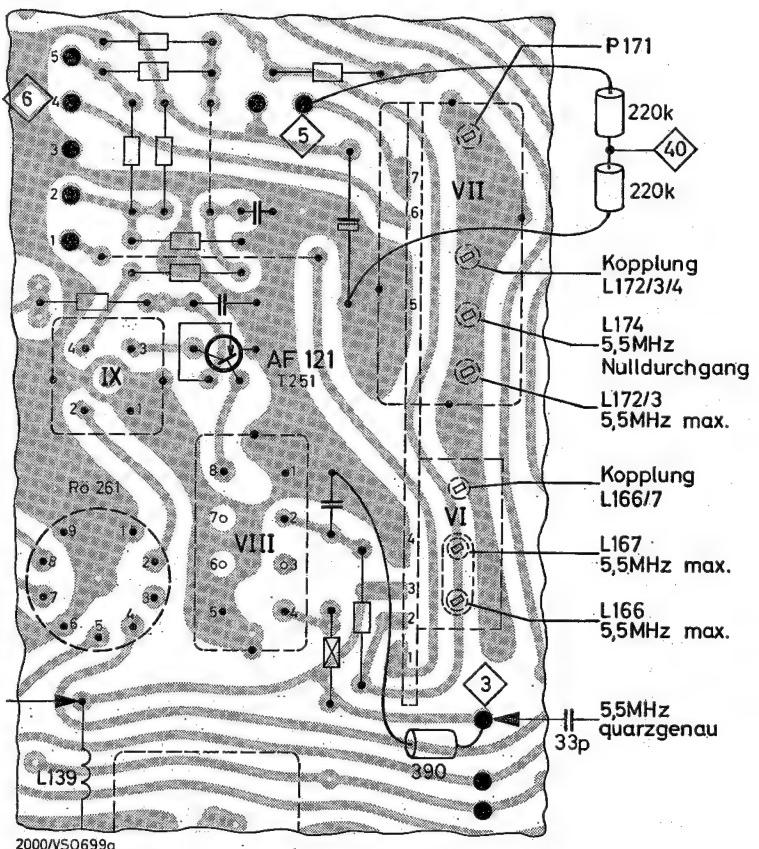

Abb. 55
L 139 bei → auslöten (siehe Abb. 55). Von Meßpunkt (3) nach Masse 390 Ohm (Ersatzwiderstand für Ri Filter IV) legen (Siehe Abb. 55). Über 33 pF 5,5 MHz (quarzgenau) an Meßpunkt (3) einspeisen.